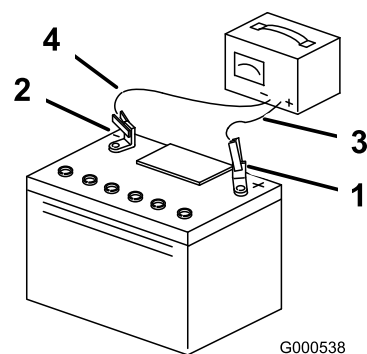

Рисунок 49
3. После полной зарядки аккумулятора отсоедините зарядное устройство от электророзетки, а затем отсоедините провода зарядного устройства от штырей аккумулятора (Рисунок 49).